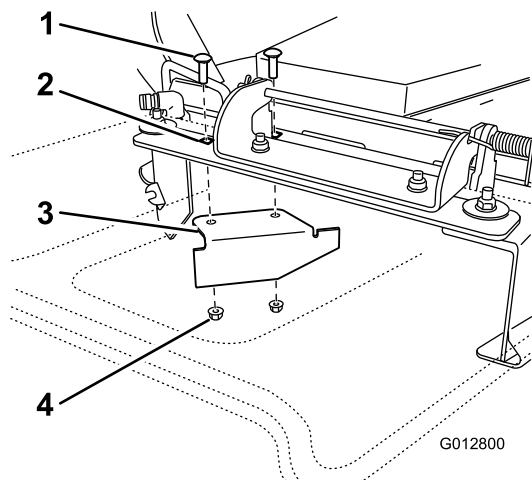

Figura 35
13. Nel sacchetto delle parti sciolte, individuate il deflettore di chiusura. Rimuovete gli elementi di fissaggio dai fori posteriori della piastra di scarico. Montate il deflettore nell'apertura di scarico laterale sul piatto di taglio (Figura 35).